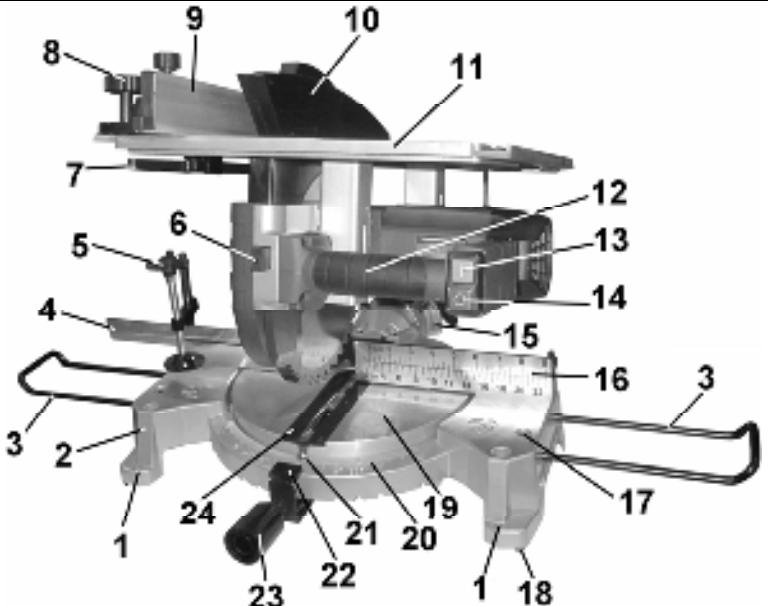

Рис. 2
7. УСТРОЙСТВО ПИЛЫ (Рис.2)
8.1. Распаковка (Рис. 2)
8.2. Стационарная установка пилы на верстаке (Рис.2)
8.3. Установка удлинителей рабочего стола (Рис.2)
8.5. Установка струбцины (Рис.2; 3; 6)
8.5.3. Как показано на (Рис.2 или 3), установите струбцину (5) в посадочное отверстие (38).
9.1. Органы управления (Рис.2; 3; 7-10)